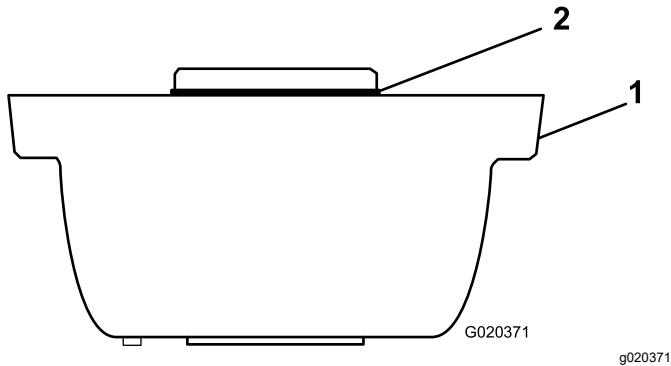

Рисунок 3
1. Установите уплотнительное кольцо на корпус щетки катка, как показано на Рисунок 3.